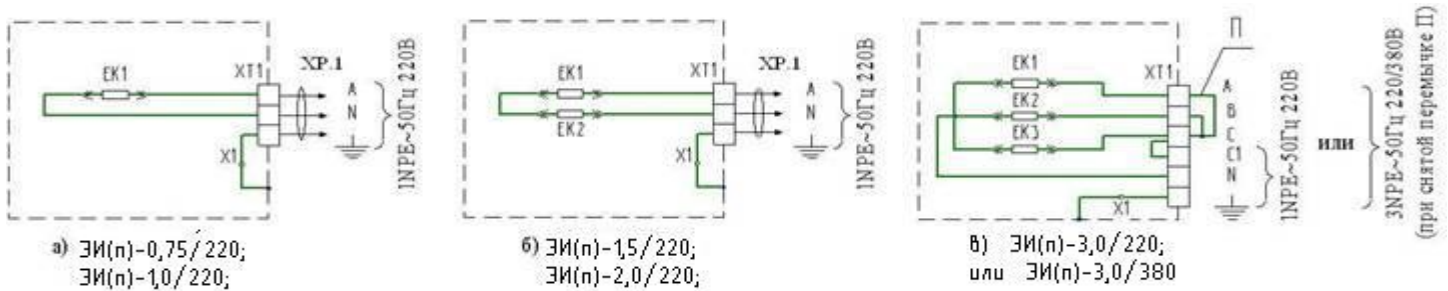

Рисунок 2 – Электрические схемы электрообогревателей
6.7 Осмотр и профилактические работы должны производиться при отключении электрообогревателя от электросети. Электрические схемы электрообогревателей приведены на рис. 2.